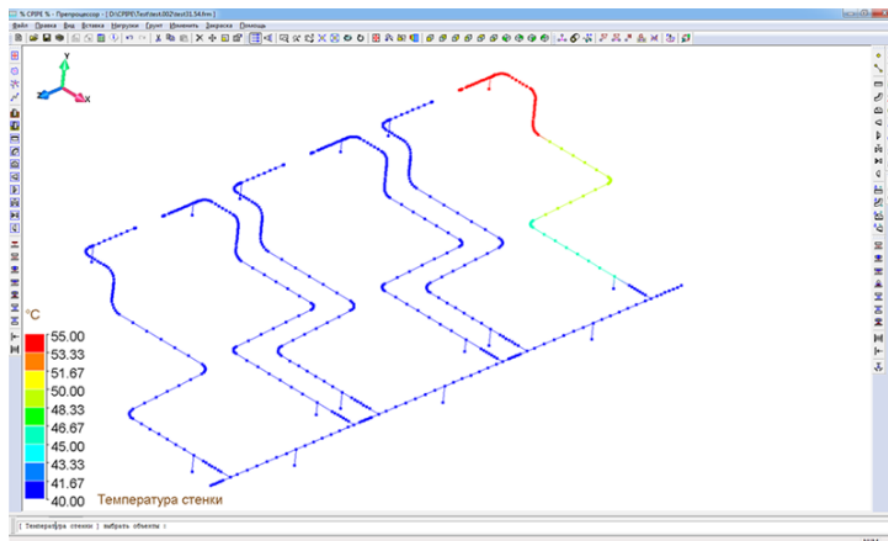

Рис. 5.6.23. Распределение температуры стенки в трубопроводной системе
1. Выполните пункт меню "Нагрузки\Температура стенки" ("Loads\Wall Temperature"). В результате в графическом окне препроцессора должна появиться модель конструкции, раскрашенная по значениям температуры стенок в трубопроводных элементах (рис. 5.6.23.).